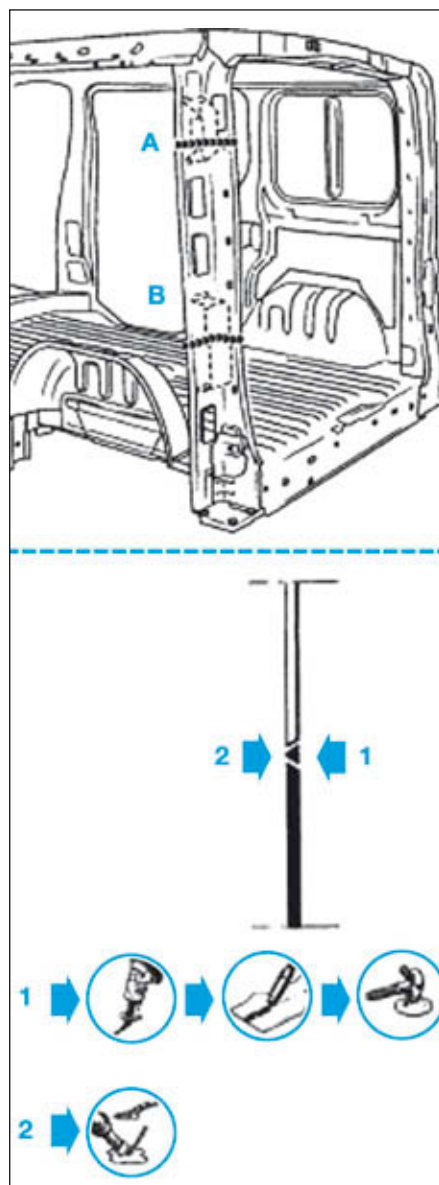

FIG.78
- Tracer puis découper le pied arrière (Fig.78).
- Souder par cordons MAG (Fig.78).